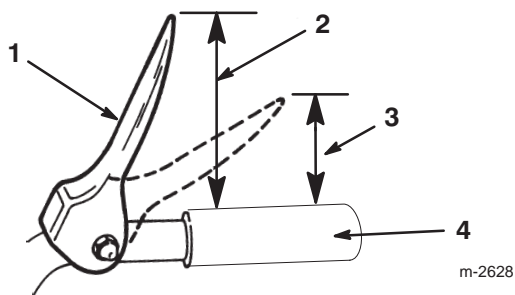

Figure 10
- Réglez la position des deux contre-écrous à bride sur la tige de traction supérieure vers le haut ou vers le bas pour que l'extrémité de la manette de commande de traction soit à environ 13 cm du haut de la poignée (Fig. 10).
Remarque : Le réglage est correct si les roues cessent de tourner quand le bout de la manette de commande de traction est à une distance de 7,5 à 10 cm du haut de la poignée (Fig. 10).